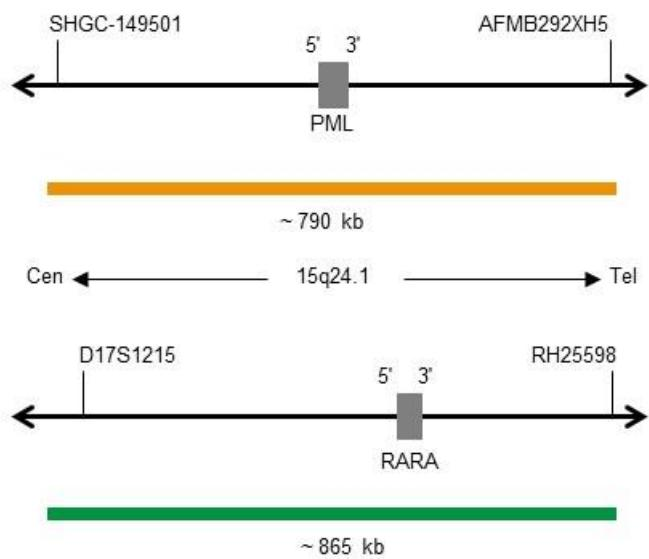

Fig. 1 Cima: SPEC PML Mapa da sonda; Baixo: SPEC RARA Mapa da sonda Mapa da sonda (sem escala)
- Polinucleótidos (~12 ng/ $\mu$ l) com marcação ZyGreen (excitação 503 nm/emissão 528 nm), dirigidos ao mapeamento de sequências alvo em 17q12-q21.2\* (chr17:37,953,503-38,818,030) (ver Fig. 1).
- Polinucleótidos (~6 ng/ $\mu$ l) com marcação ZyOrange (excitação 547 nm/emissão 572 nm), dirigidos ao mapeamento de sequências alvo em 15q24.1\* (chr15:73,910,690-74,699,298) (ver Fig. 1).